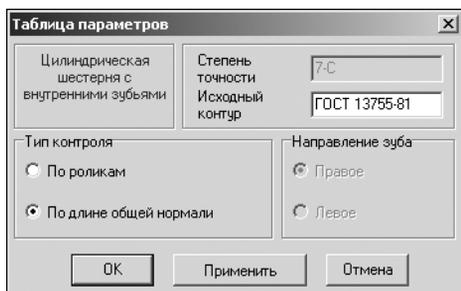

Рис. 5.22.
3. Щелчком мыши выберите в развернувшемся меню команду **Таблица параметров**. Откроется одноименное команде окно (рис. 5.22), где указаны тип шестерни (цилиндрическая шестерня с внутренними зубьями), степень точности, заданная при расчете, и вид исходного контура.